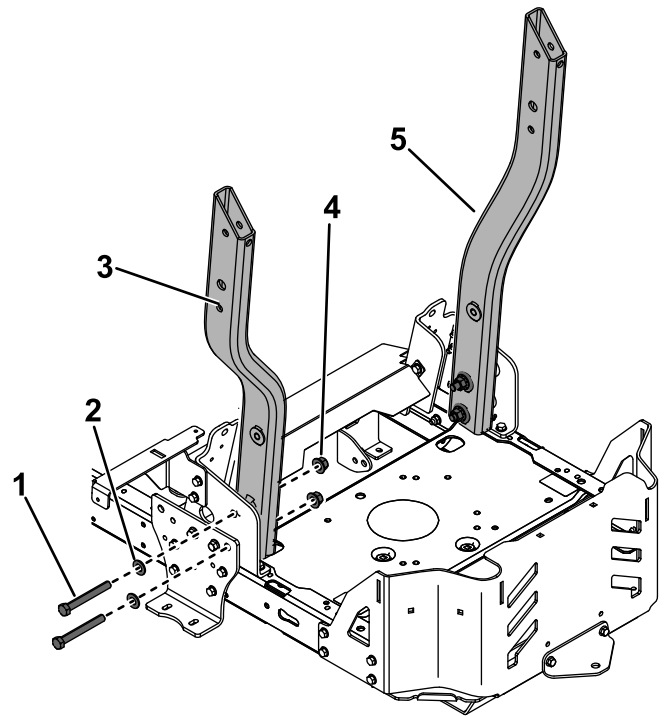

Figure 4
3. Fixez les tubes inférieurs gauche et droit avec 2 boulons (½ x 4 po), 2 rondelles et 2 contre-écrous (½ po) par tube (Figure 4).